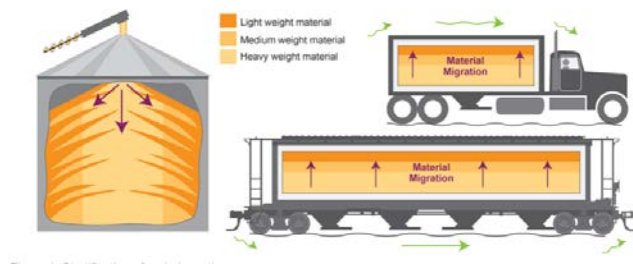

Figura 1
1. **Error en segregación:** Componentes se acomodan abajo por densidad y tamaño (Figura 1)